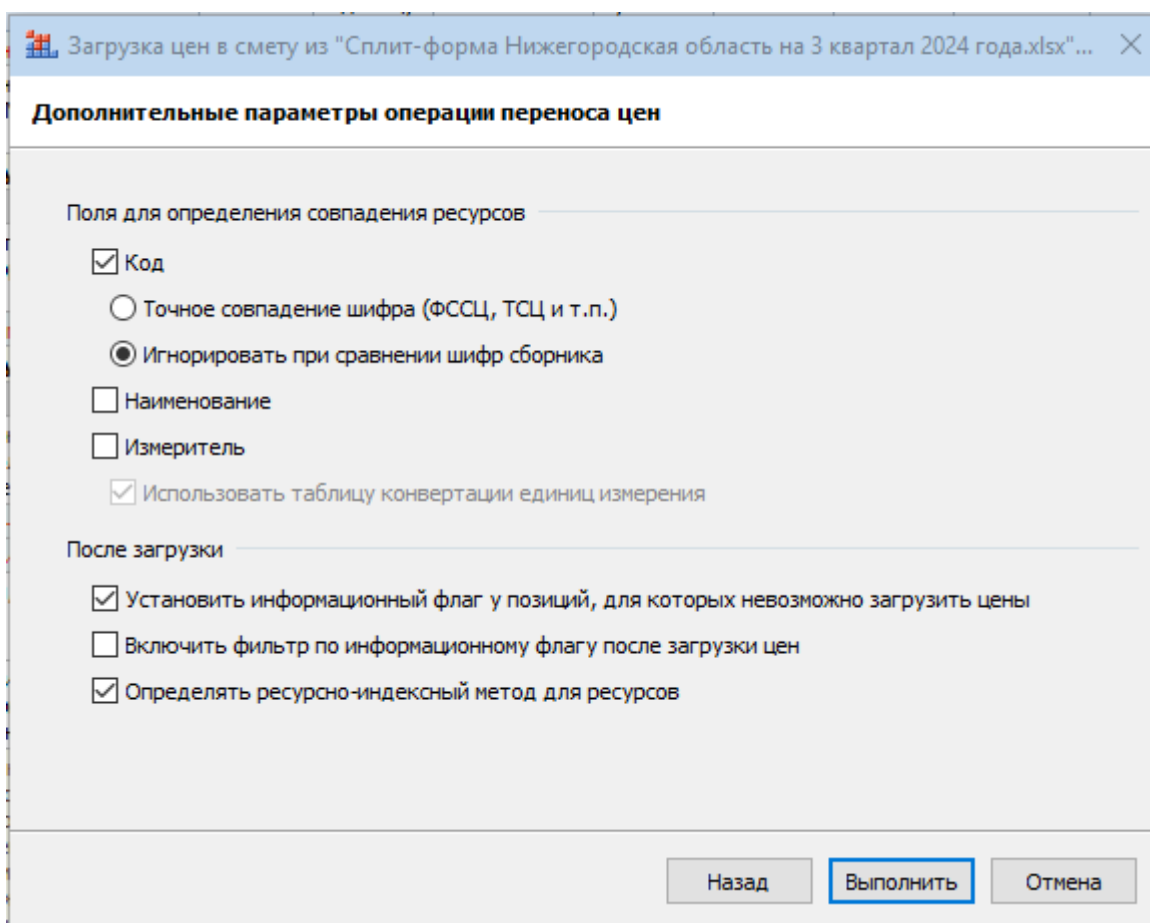

Рисунок 10.5. Выбор дополнительных параметров переноса цен
- Укажите (рис. 10.5), по каким признакам программа должна определять совпадение ресурсов в смете и документе, откуда производится загрузка данных. Поля Код, Наименование и Измеритель могут использоваться здесь по отдельности либо совместно в любой комбинации. В документах с сайта ФГИС ЦС ресурсы однозначно идентифицируются по их индивидуальному коду. Поэтому отметьте флажком только **Код**, выберите пункт **Игнорировать при сравнении шифр сборника**.